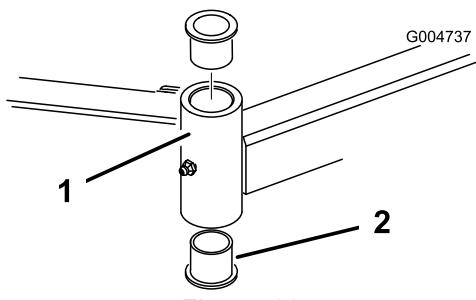

Figura 82
4. Introduza um punção para cavilhas na zona superior ou inferior do tubo de montagem e retire o casquinho para fora do tubo (Figura 82).